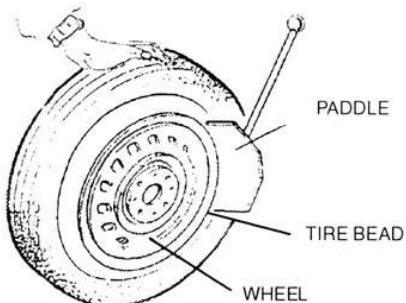

рис.5
1) ВНИМАНИЕ: Перед выполнением данного этапа полностью спустите воздух из шины, вывернув золотник, и уберите с колеса балансировочные грузы. 2) Полностью сведите кулачки на монтажном столе. 3) Отведите лопату отжима покрышки наружу вручную. Установите колесо напротив резинового буфера. Подведите лопату к покрышке на расстоянии 10 мм от края обода (см. рис. 5). 4) Нажмите педаль отжима до упора, для приведения в действие лопаты. Отпустите педаль, когда лопата переместиться до конца своего хода или когда покрышка сместиться во внутреннее углубление обода. 5) Немного поверните шину и повторите процедуру по всей окружности обода, пока покрышка не отойдет полностью от обода. 6) Повторите вышеописанное с другой стороной шины/колеса.